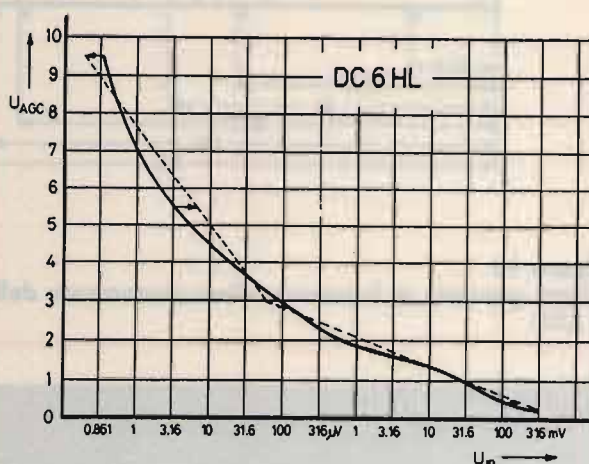

figura 8
d) per l'allineamento della soglia del controllo-PIN collegare un generatore di segnali con un'uscita di 1 V all'ingresso RX (PT 03). Ritoccare R52 sulla bassetta AF/IF così che risulti una tensione di controllo PIN di 7 Volt (**figura 8**). Se non è disponibile un generatore di segnali ritoccare R52 senza alcun segnale così che la tensione di controllo-PIN parte proprio dal va-